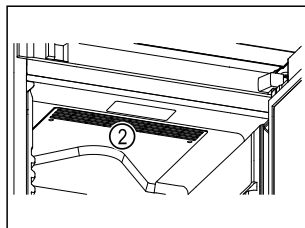

Fig. 60
- Poskrbite, da prezračevalna reža Fig. 60 (2) ventilatorja krožnega zraka v notranjosti ni zakrita.